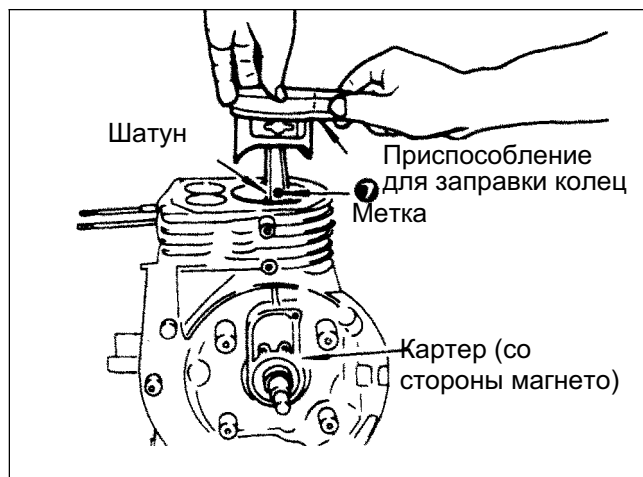

Рис. 5-18
3) При установке поршня с шатуном в цилиндр следует использовать приспособление для заправки колец в цилиндр, показанное на рис. 5-18 (при отсутствии такого приспособления удерживать заправляемое кольцо кончиками пальцев и производить легкие удары пластиковым молотком по дну поршня). Убедиться в том, что сторона шатуна с меткой или MAG обращена в сторону маховика с магнето.